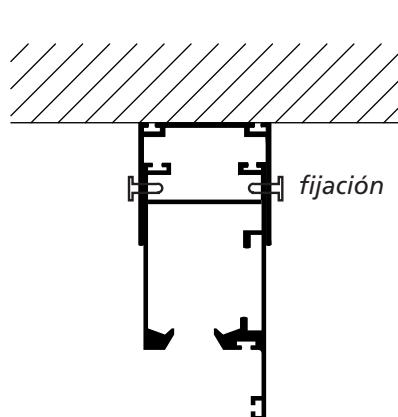

Figura 3
- ⊕ Utilizar a modo de "patrón de altura o testigo" una de las jambas maquinadas en el extremo superior deslizándola en todo el ancho del cerramiento para lograr el paralelismo y la distancia correcta entre el riel superior y guía inferior y **atornillar o remachar** cada 30 cm y de los dos lados (Figura 3).